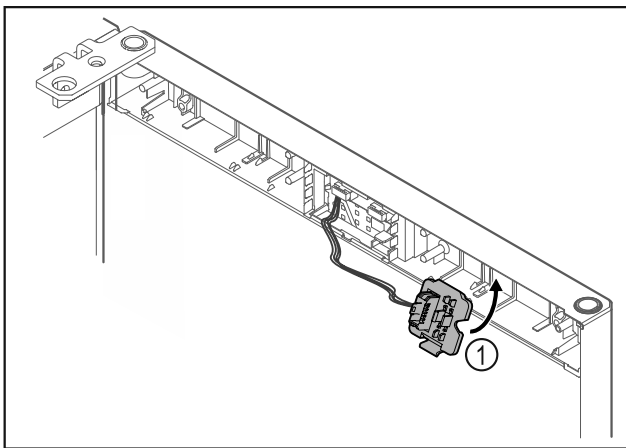

Fig. 22
- Steckerhalterung Fig. 22 (1) auf Gegenseite einrasten.